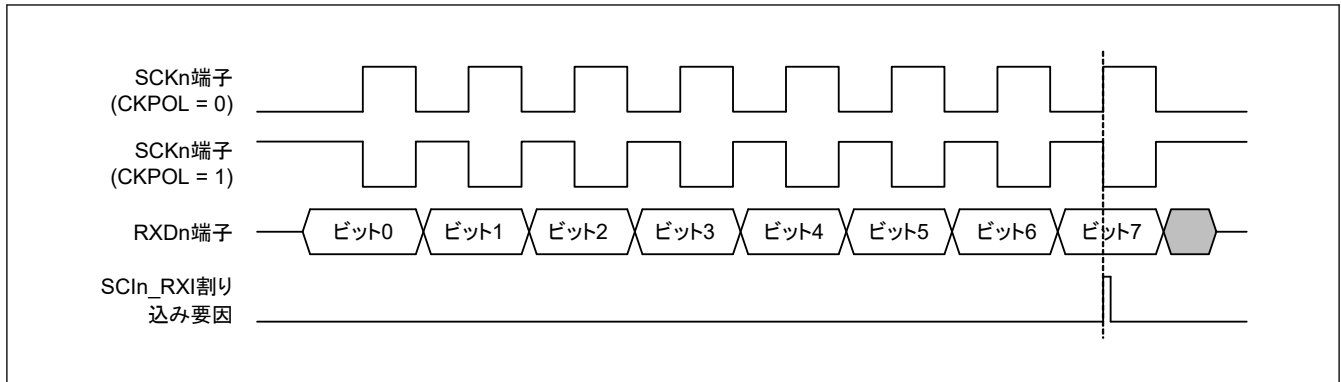

図 25.78 簡易 SPI モードにおける SCIIn_RXI 割り込みの発生タイミング (クロック遅れあり)
- クロック遅れあり (SPMR.CKPH ビット = 1) では、図 25.78 に示すように、SCK_n 端子の最終クロックエッジ手前のクロックエッジで受信データフル割り込み (SCI_{In}_RXI) が発生します。SCR レジスタの TE ビットと RE ビットを SCK_n 端子の最終クロックエッジより前に 0 にすると、SCK_n 端子出力がハイインピーダンスとなり、送受信クロックの最後のクロックパルス幅が短くなります。また、SCI_{In}_RXI 割り込みの発生によって、SCK_n 端子の最終クロックエッジより前に接続先スレーブの SS_n 端子入力信号が High になった場合、スレーブが誤動作する可能性があります。